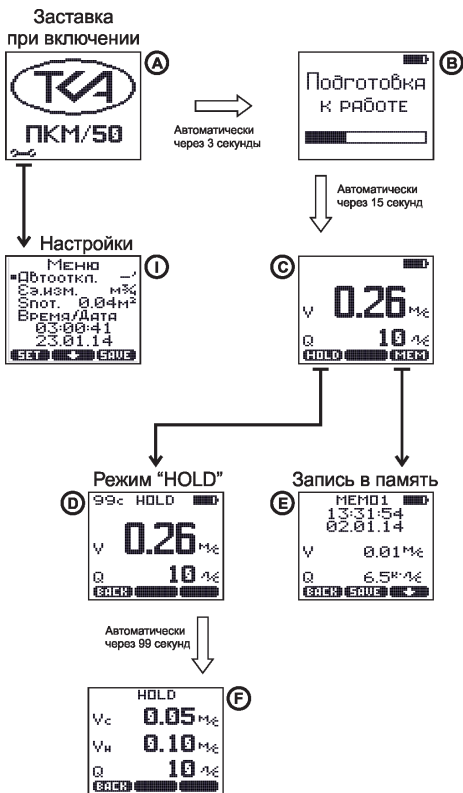

Рис.3. Расположение символов на ЖК-дисплее.
5.6. Переключение экранов происходит в следующем порядке (см. Рис. 3):